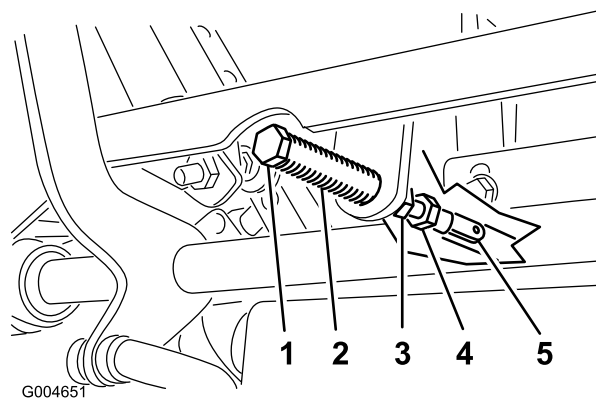

Figura 61
5. Puxe a alavanca para trás até que o passador de forquilha (no braço por cima do eixo da articulação) contacte a extremidade da ranhura (até começar a fazer pressão na mola) (Figura 61).
7. Se for necessário ajuste, solte a porca e a porca de segurança encostada à forquilha (Figura 61).
8. Aplique uma ligeira pressão para trás na alavanca de controlo de movimento, rode a cabeça do parafuso de ajuste na direcção adequada até que a alavanca de controlo fique centrada na posição de bloqueada em ponto-morto (Figura 61).
9. Apertar a porca e a porca de bloqueio (Figura 61).
9. Aperte as porcas de seguranças nas juntas de esfera (Figura 61).